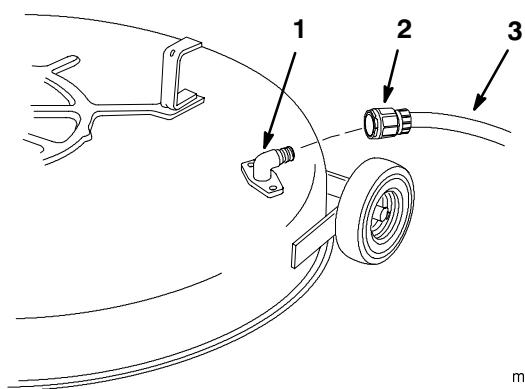

Figure 50
2. Connecter le raccord d'un tuyau d'arrosage à la prise de lavage du carter de tondeuse, et ouvrir l'eau en grand (Fig. 50).